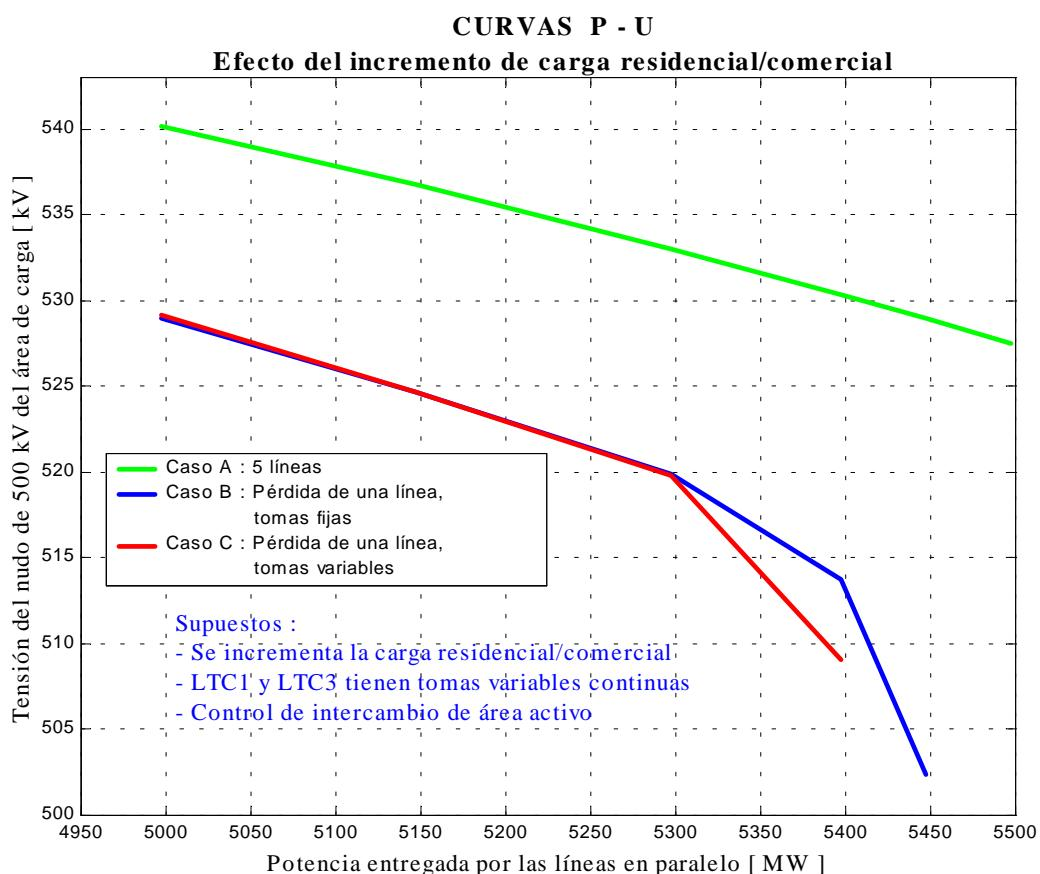
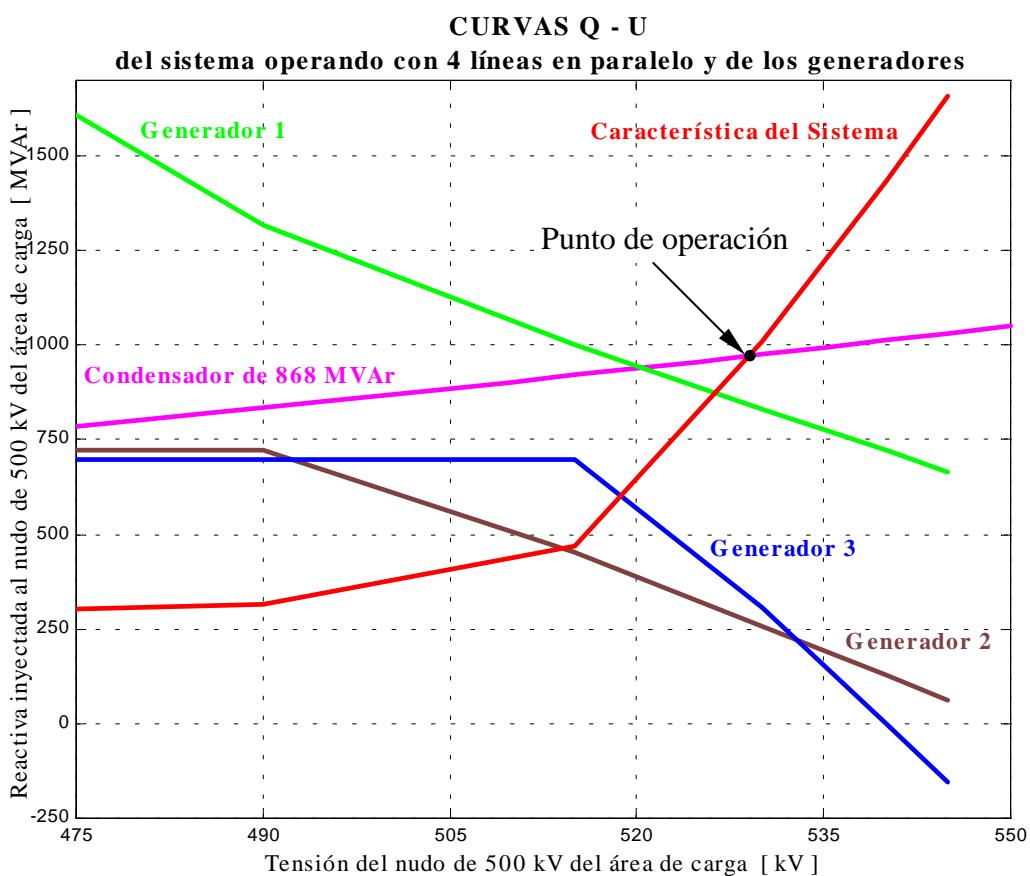

Fig. 5. Curvas P-U para los casos A, B y C.
Fig. 6.- Curvas Q-U del sistema y de los generadores cuando se ha perdido una línea.
En la Fig. 5 se muestra gráficamente los resultados obtenidos en el capítulo 4 para el análisis de los casos A, B y C.
En la Fig. 6 se muestra gráficamente los resultados obtenidos en el capítulo 4 para el análisis del caso D.
- El límite teórico de estabilidad de tensión de régimen permanente corresponde a la carga máxima que puede soportar el sistema (con las restricciones impuestas) para mantener un nivel de tensión estable. En la Fig. 5 se observa que este punto depende de las condiciones de operación del sistema , fundamentalmente del nivel de carga , estado de las líneas y del modelo de funcionamiento de los LTC. La peor situación corresponde al caso en que el sistema opera con 4 líneas y actúan las tomas de los transformadores LTC1 y LTC3, puesto que la tensión para una carga residencial/comercial de 3400 MW ( $\approx$  5400 MW por las líneas) disminuye en alrededor de 20 kV con respecto al caso de operación del sistema con 5 líneas. En estas condiciones el sistema está operando en un punto muy cercano a su límite teórico de estabilidad, lo cual significa que pequeños incrementos de la demanda pueden llevar al sistema a la pérdida de estabilidad. Este hecho también puede corroborarse si se observa (anexo III) que en este caso el generador 3 está trabajando en su límite máximo de reactiva y el generador 2 está muy próximo a él.
- Para sistemas fuertemente cargados o cercanos a su límite teórico de estabilidad se observa que la variable tiempo es muy importante, una medida cualitativa de este variable es la operación o no de las tomas del transformador (caso B y C). Esta situación puede observarse en la Fig. 5 cuando a partir de 3300 MW de demanda ( $\approx$  5300 MW por las líneas) , la pendiente de la curva P-U que considera los LTC es mayor que la curva que no los considera, es decir el sistema soportará menores incrementos de la carga.
- Al representar en un mismo gráfico las curvas Q-U del sistema y los aportes de los generadores, es posible observar si estos están operando cerca o no de sus límites máximos de generación de reactiva, lo cual da una idea de lo “cercano” que puede estar el sistema de su límite de estabilidad. En concreto en la Fig. 6 se puede apreciar que para una demanda de 3000 MW ( $\approx$  5000 MW por las líneas) el punto de operación está en 529.15 kV (1.0583 p.u.) y 972.1 MVar (0.9721 p.u.) para el cual los generadores están operando lejos de sus límites, lo que significa que el sistema no tiene problemas de soporte de reactiva, tal como muestra la Fig. 5.